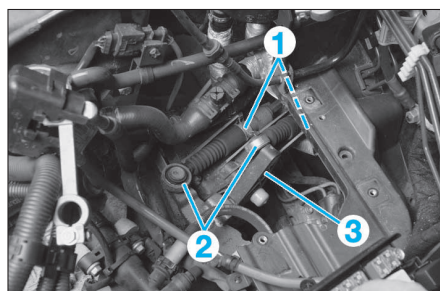

FIG. 4
- Décrocher les câbles des clips (1) (Fig.4).